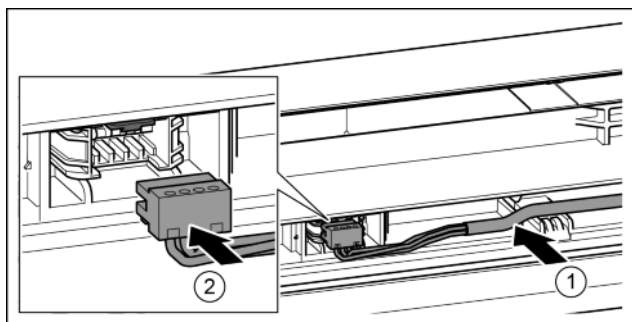

Fig. 34
- ▶ Вставить серый кабель в направляющую в верхней двери. Fig. 34 (1)
- ▶ Зафиксировать штекер. Fig. 34 (2)